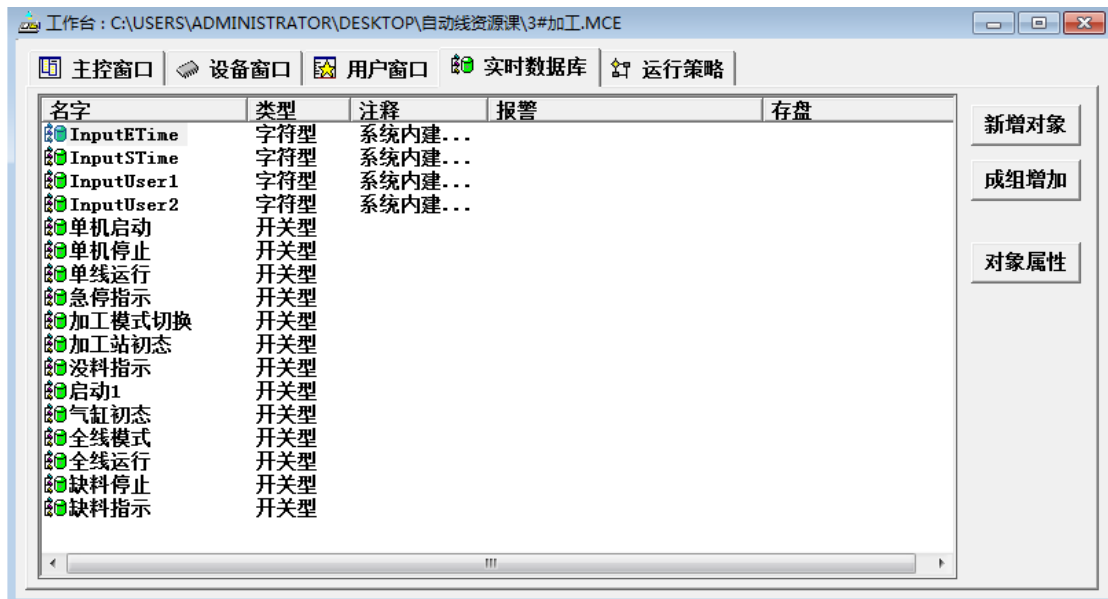

图 2-10 加工站实时数据库对象表
6.2 MCGS 实时数据库数据对象表参考下图 2-10 加工站实时数据库对象表，设备编辑窗口之通道链接参考下